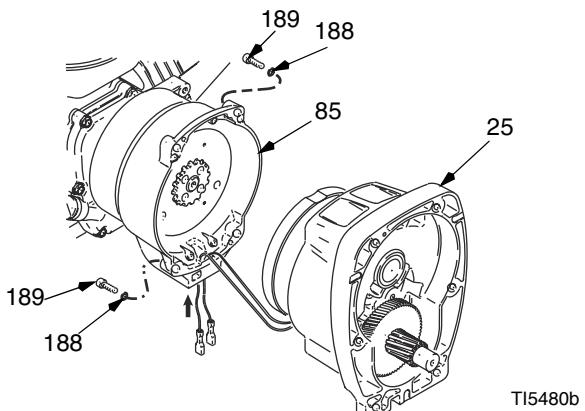
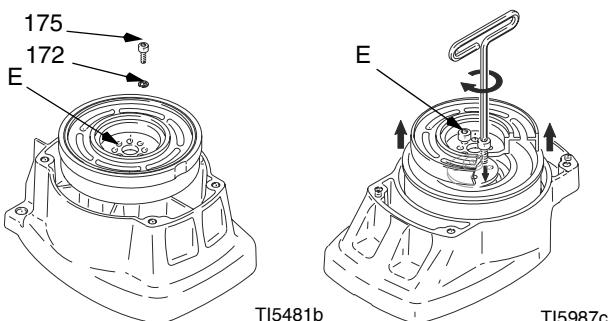

Рис. 4
Рис. 5
- Рис. 4. Выкрутите четыре винта (189) с пружинными шайбами (188) и снимите узел шестерни (25).
- Рис. 5. Уложите на верстак узел шестерни (25), стороной ротора вверх.
- Выкрутите четыре винта (175) с пружинными шайбами (172). Установите два винта в отверстия с резьбой (E) в роторе. Для извлечения ротора, поочередно затягивайте винты.
- Рис. 5. Уложите узел шестерни на верстак стороной ротора вверх.
- Установите четыре винта (175) с пружинными шайбами (172). Поочередно затягивайте винты усилием в 14 Н·м, для надежной установки ротора. Для крепления ротора, используйте резьбовые отверстия.
- Рис. 4. Установите узел шестерни (25), при помощи пяти винтов (189) с шайбами (188).